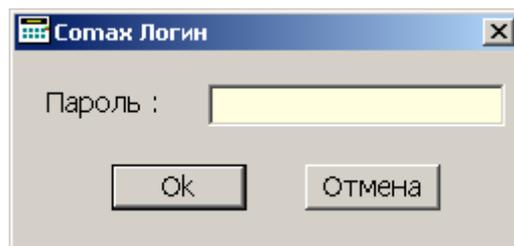

Рисунок 7 - Экран приглашения «Сомех Логин»
2.3.6 Для запуска программы введите один из предустановленных паролей пользователей в приглашении «СОМАХ» Логин» (см. Рисунок 7).